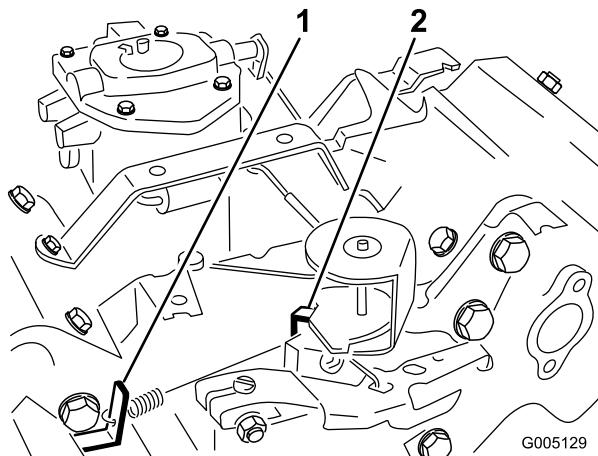

Bild 36
3. Biegen Sie den Anker-Federmitnehmer (Bild 36), um eine Leerlaufgeschwindigkeit von 1625 ± 100 U/min zu erzielen. Prüfen Sie die Motordrehzahl mit einem Drehzahlmesser.
5. Stellen Sie den Gasbedienungshebel auf "Schnell". Biegen Sie den Federankermitnehmer in der Vollgaseinstellung (Bild 36), um eine hohe Leerlaufgeschwindigkeit von 2850 ± 50 U/min zu erzielen.